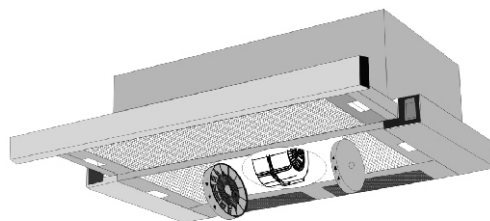

рис. 8
- установите два угольных фильтра см. табл. 1 и (рис.8), предварительно удалив с них упаковочную пленку;
Угольные фильтры устанавливаются на защитные решетки корпуса вентилятора, путем легкого нажатия и поворота (рис. 8).